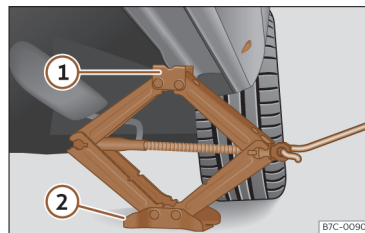

Fig. 238 Longarina: colocação do macaco do veículo.
- Rode a manivela do macaco, colocado por baixo do ponto de apoio da longarina, para levantá-lo até que o ressalto ① >>> **Fig. 238** se encontre por baixo do alojamento previsto.
- Alinhe o macaco de forma a que a patilha ① «encaixe» no alojamento previsto da longarina e que a placa base móvel ② fique apoiada no chão. A placa base ② deve ficar colocada na vertical relativamente ao ponto de apoio ①.